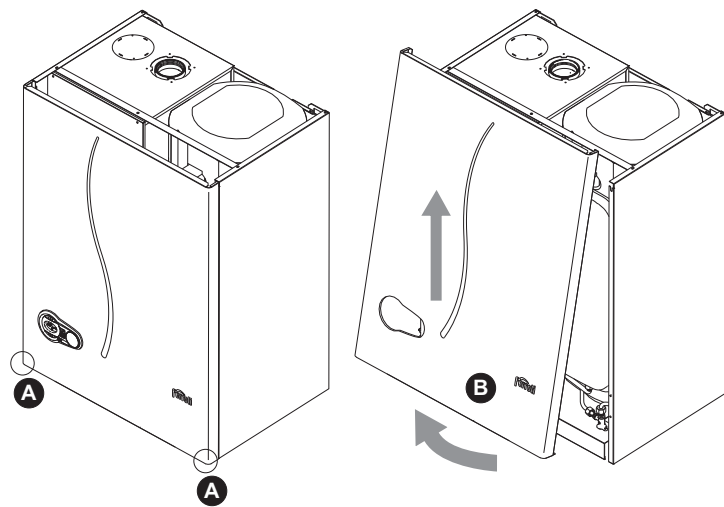

fig. 24 - Ouverture du panneau avant
1. Dévisser les vis **A** (voir fig. 24)